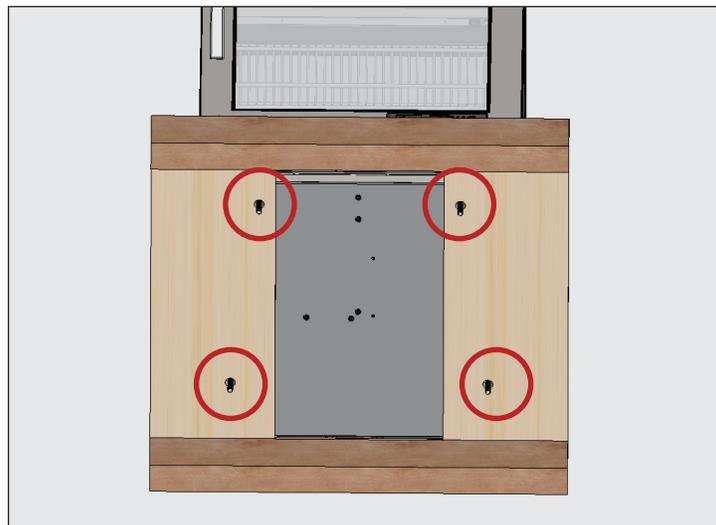

Рис. 2. Местонахождение болтов крепления к подставке.
2. С помощью разводного ключа снять все транспортировочные болты, которыми деревянная подставка крепится к днищу устройства. См. рис. 2.